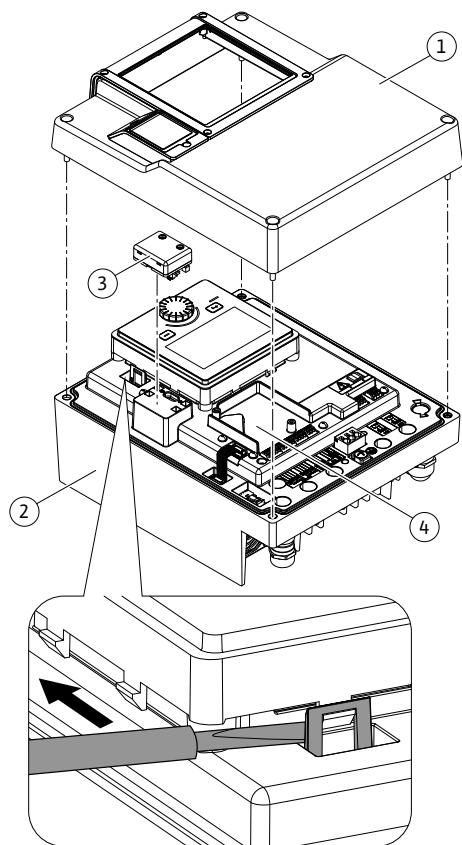
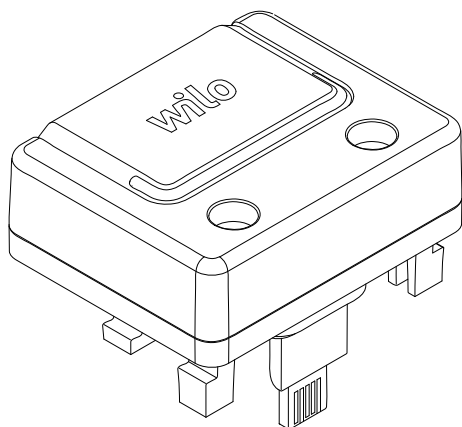

Fig. 25: Modulo elettronico
Fig. 26: Modulo Wilo-Smart Connect BT
1. Aprire con cautela i ganci a scatto (Fig. 25) servendosi di un utensile (ad es. cacciavite).
L'interfaccia Bluetooth del modulo BT Wilo-Smart Connect (Fig. 25, pos. 3 e Fig. 26) serve al collegamento a terminali mobili come smartphone e tablet. Nell'app Wilo-Assistant si trova la funzione Wilo-Smart Connect. Grazie alla funzione Wilo-Smart Connect è possibile comandare e regolare la pompa, nonché leggerne i dati. Per le impostazioni vedi capitolo "Messa in servizio" [► 297].
1. Allentare le quattro viti della parte superiore del modulo elettronico (Fig. 25, pos. 1, Fig. 1, pos. 2).
3. Inserire il modulo BT Wilo-Smart Connect nell'apposita interfaccia Wilo-Connectivity Interface. Vedi Fig. 25, pos. 3.
I moduli CIF (accessori) servono alla comunicazione tra le pompe e il sistema di controllo dell'edificio. I moduli CIF sono inseriti nel modulo elettronico (Fig. 25, Pos. 4)